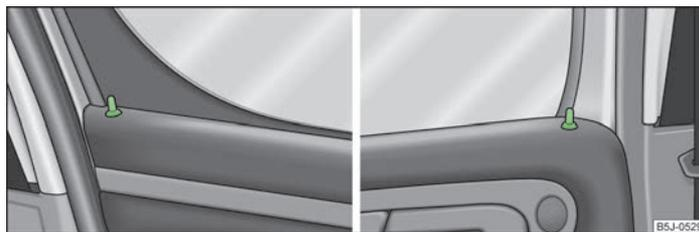

Abb. 11 Sicherungsknopf in der vorderen Tür / in der hinteren Tür
Beim Ent- bzw. Verriegeln der Tür fährt der jeweilige Sicherungsknopf » Abb. 11 hoch bzw. herunter.
- Den Sicherungsknopf hineindrücken » Abb. 11.